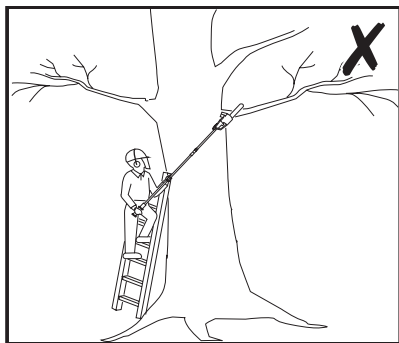

Fig. 37
8. Ne jamais se tenir sur une échelle ou sur un autre type de support instable lors de l'utilisation du produit. Un support instable est synonyme de danger (Fig. 37).